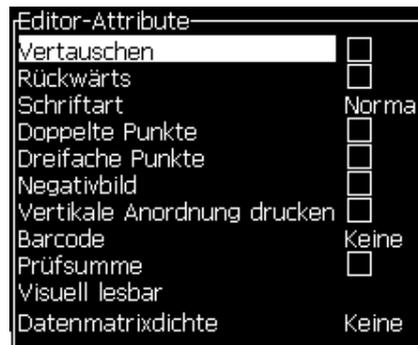

Abbildung 5-54: Menü Editor-Attribute
- 1 Wählen Sie die **In-Line-Attribute** aus dem Menü *Editor* (drücken Sie *ALT + E*). Das Menü *Editor Attribute* erscheint (siehe Abbildung 5-54 auf Seite 5-64).